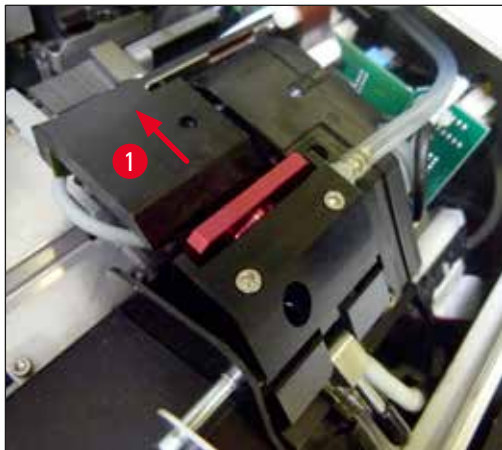

Fig. 51
2. La tête d'impression (→ "Fig. 51-1") s'élève jusqu'à env. 1 cm du joint à lèvres (→ "Fig. 51").